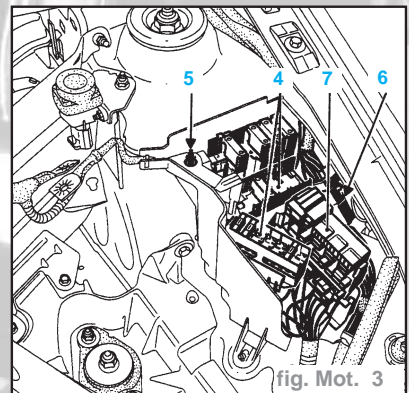

fig. Mot. 3
- le support fusibles (4) en déposant la fixation (5) ainsi que la platine à relais (6) et le connecteur (7) (fig. Mot. 3)